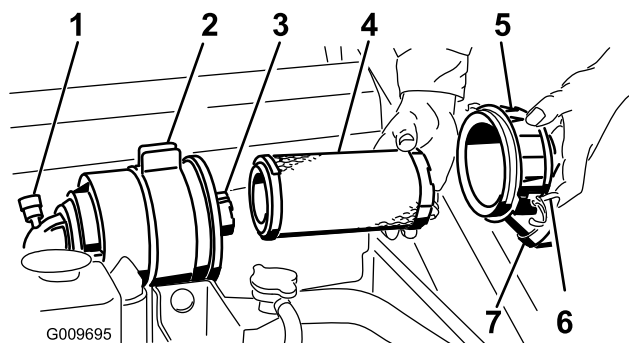

Рисунок 33
Внимание: Обслуживание фильтра воздухоочистителя следует производить только тогда, когда индикатор необходимости обслуживания станет красным (Рисунок 33). Замена воздушного фильтра без необходимости ведет лишь к повышению вероятности попадания грязи в двигатель при извлечении фильтра.
4. Освободите защелки воздухоочистителя и отделите крышку от корпуса воздухоочистителя (Рисунок 33).
1. Осторожно извлеките фильтр грубой очистки из корпуса воздухоочистителя (Рисунок 33). Старайтесь не ударить фильтр о боковую поверхность корпуса.
4. При замене контрольного фильтра будьте осторожны, вставляя новый фильтр в корпус фильтра (Рисунок 33).
5. Осторожно вставьте фильтр грубой очистки поверх контрольного фильтра (Рисунок 33). Убедитесь в том, что он полностью встал на место, надавливая на внешний обод фильтра во время его установки.
6. Установите крышку воздухоочистителя таким образом, чтобы сторона, обозначенная как UR, была обращена вверх; закрепите защелки (Рисунок 33).